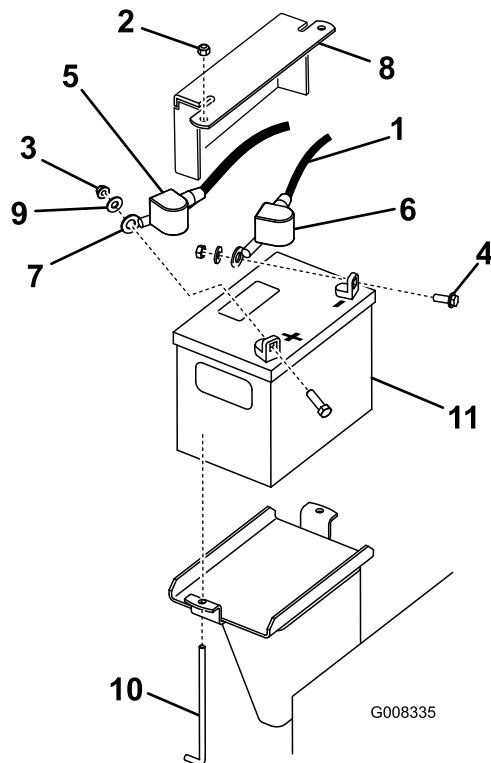

Figura 40
3. Levante a capa preta de borracha no cabo negativo. Desconecte o cabo negativo do polo terminal negativo (-) da bateria (Figura 40).
4. Retire a capa vermelha do polo terminal positivo (vermelho) da bateria. Em seguida, remova o cabo positivo (vermelho) da bateria (Figura 40).
5. Remova a chapa de fixação, os parafusos tipo "J" e as porcas autotravantes de fixação da bateria (Figura 40) e remova a bateria.